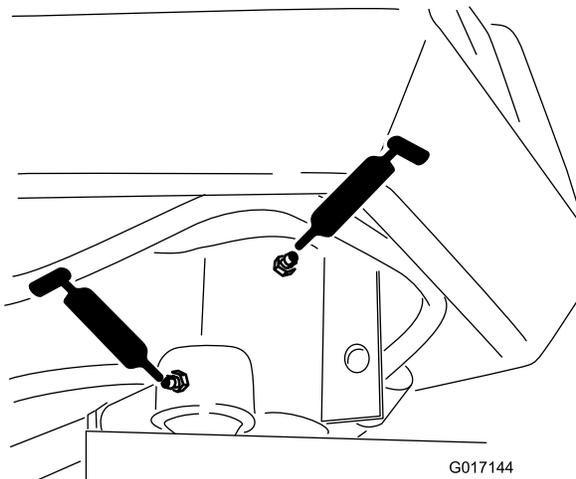

Figura 32
- Asse della forcella dello sterzo (1) (Figura 32)
- Estremità dell'asta del cilindro dello sterzo (Figura 32)